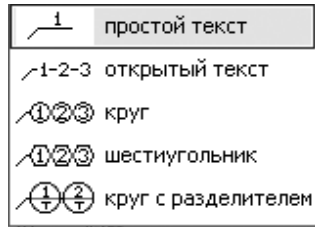

Рис. 6.13. Раскрывающийся список **Тип формы** на **Панели свойств: Обозначение позиций** с открытой вкладкой **Параметры**
- раскрывающийся список **Тип формы**, позволяющий выбрать нужный тип формы для текущего обозначения позиции (рис. 6.13);